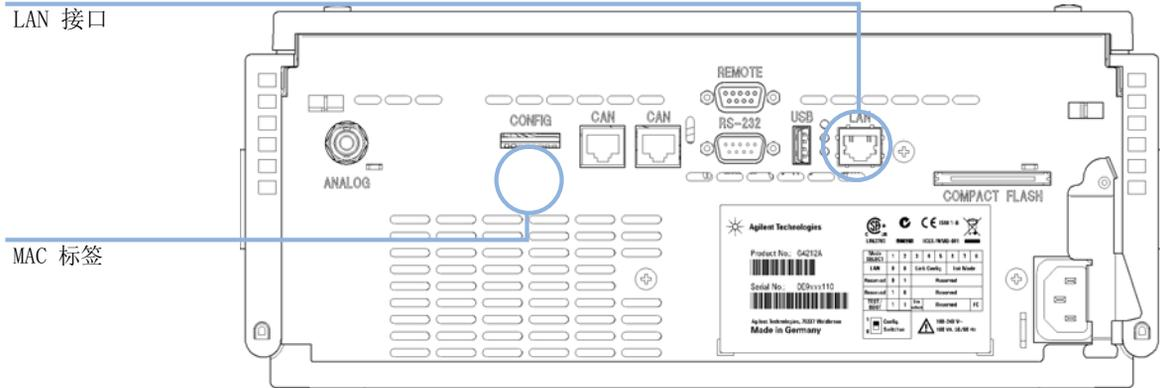

图 17 LAN 接口和 MAC 标签的位置
- 1 请记住 LAN 接口（模块后端、配置开关下方，请参见“第 62 页的图 17”）的 MAC 地址。在“第 61 页的 LAN 配置”中要用到它。
- 1 请记住 MAC（介质访问控制）地址以备将来参考之用。LAN 接口的 MAC 地址或硬件地址是全球唯一标识符。其他网络设备将不会使用相同的硬件地址。在模块后部、配置开关下方的标签上可以找到 MAC 地址（请参见“第 62 页的图 17”）。
- 2 将仪器的 LAN 接口（请参见“第 62 页的图 17”）连接到